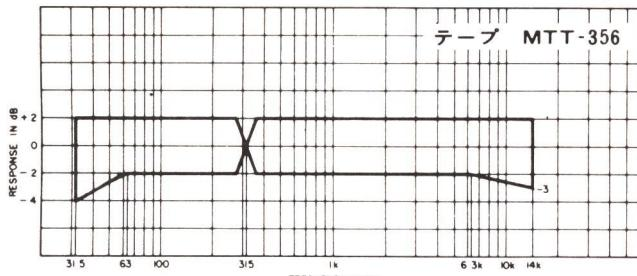

Fig. 7-4 再生周波数特性
- 2) デッキにテストテープMTT-356を装填して再生します。そして各周波数のレベルが規定値内(Fig. 7-4)であることを確認します。